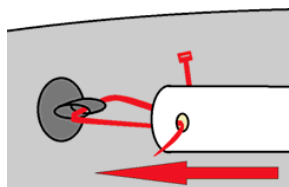
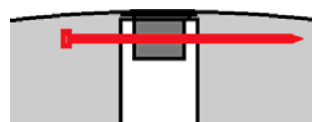

Рисунок 2.5
Рисунок 2.6
- прижать каркасную стойку к емкости (рисунок 2.5) так, чтобы специальное крепление на емкости оказалось внутри каркасной стойки (рисунок 2.6);